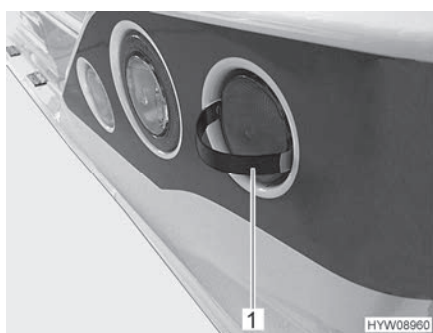

Bild 134 Ta av kåpan
- Stick in låstungor för det medlevererade verktyget (Bild 134,1) som beskrivs vid sidan av skyddet.